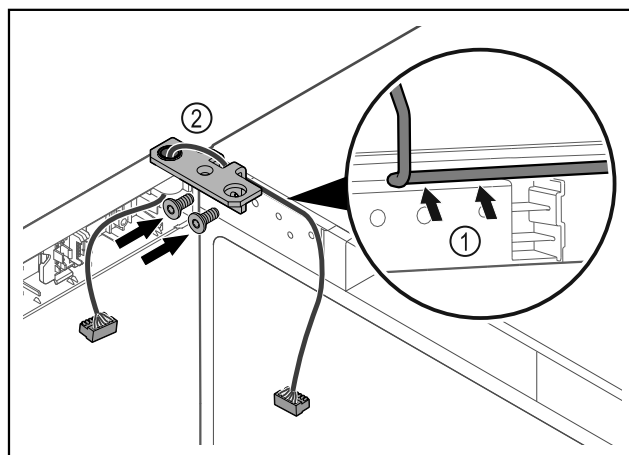

Fig. 38
- ▶ Vezesse át a kábelt a csuklópánton lévő nyíláson, majd óvatosan fektesse le *Fig. 38 (1)*.
- ▶ Csavarozza fel a csuklópántot *Fig. 38 (2)*.